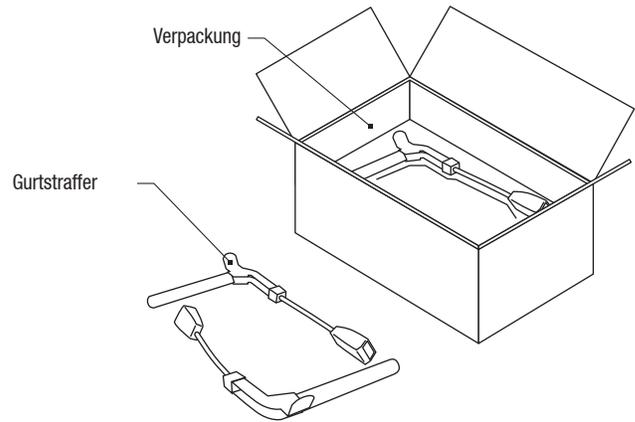

ABBILDUNG 1
1. Nehmen Sie das Gerät aus der Verpackung. Die Verpackung enthält 4 Gurtstraffer. Siehe ABBILDUNG 1.